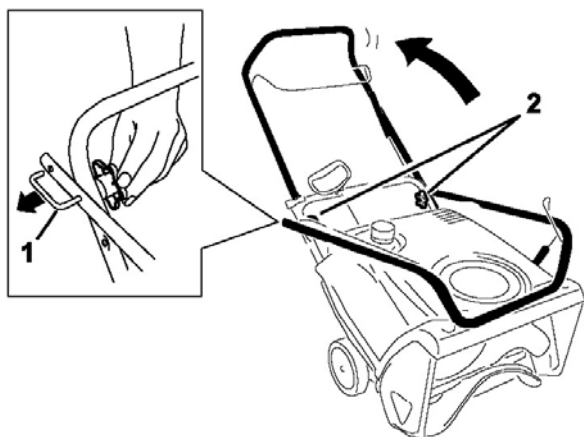

Рисунок 3
1. Открутите барашковые гайки, тяните U-образный блокиратор рукоятки, пока не сможете свободно двигать рукоятку. Поверните рукоятку в рабочую позицию. (Рис. 3)